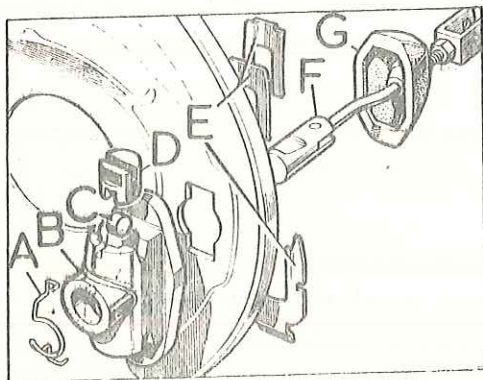

Fig. H-49 Expansor
- 1.2. Retirar el guardapolvos y la abrazadera que fija la caja del expansor a la placa de anclajes, con lo que quedará libre aquélla. Si fuese necesario, se soltará la abrazadera muelle, A (Fig. H-49), los émbolos, D, rodillos de acero, C y la varilla de mando, F.
- 3.5. Fijar la caja del expansor a la placa de anclaje, con la abrazadera-muelle, A (Fig. H-49) en su sitio y montar la placa-junta, B, (Fig. H-53), placa --fiador, C y el muelle de retenida, D, en el orden que se indica y finalmente el guardapolvos.